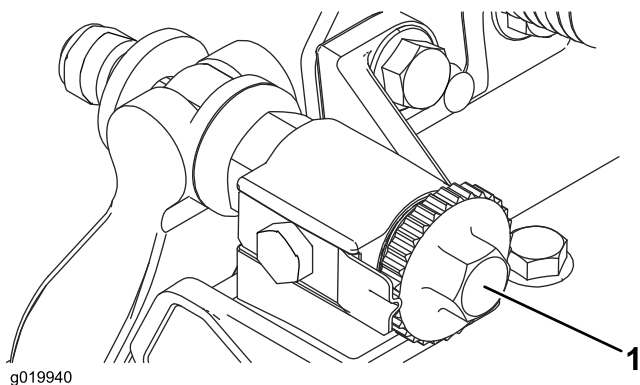

Рисунок 8
1. Установите режущий блок на ровную горизонтальную поверхность. Поверните регулировочные винты планки неподвижного ножа против часовой стрелки, чтобы планка не касалась барабана (Рисунок 8).